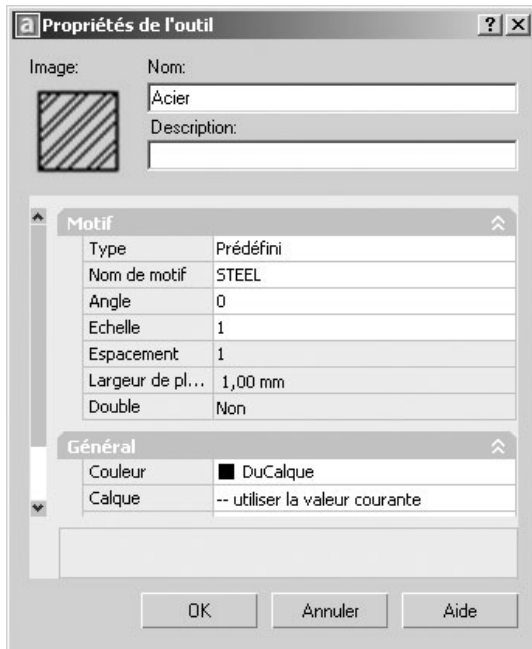

Fig.8.11
- 5 Modifier les propriétés (échelle, angle, couleur...) dans la boîte de dialogue **Propriétés de l'outil** (Tool Properties) (fig.8.11).